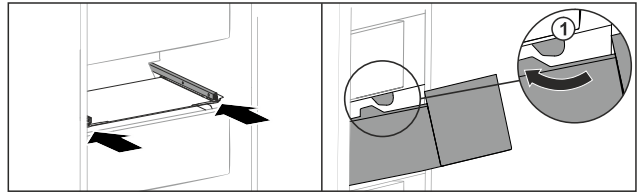

Fig. 168
- ▶ Çekmeceyi durdurucuların Fig. 168 (1) etrafından döndürün.